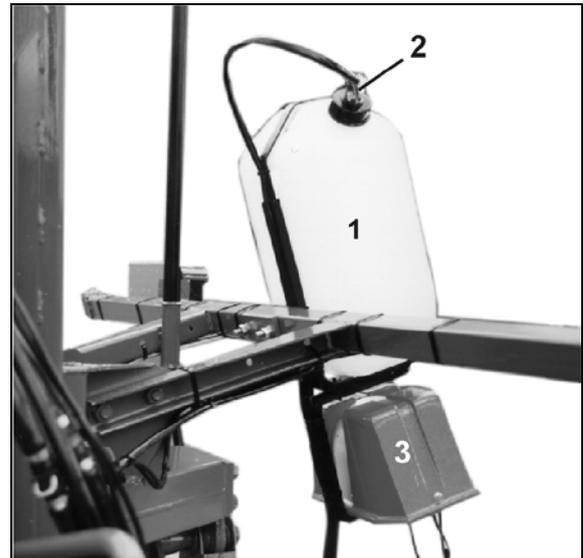

図 118
発泡マーカース (図 118/1 および 図 118/3) は任意の場所に後付け可能です。これにより、トラムラインの線を引いていない圃場で散布するとき、次の圃場往復を正確に行うことが可能になります。
- Super (スーパー) S ブーム 図 118/...